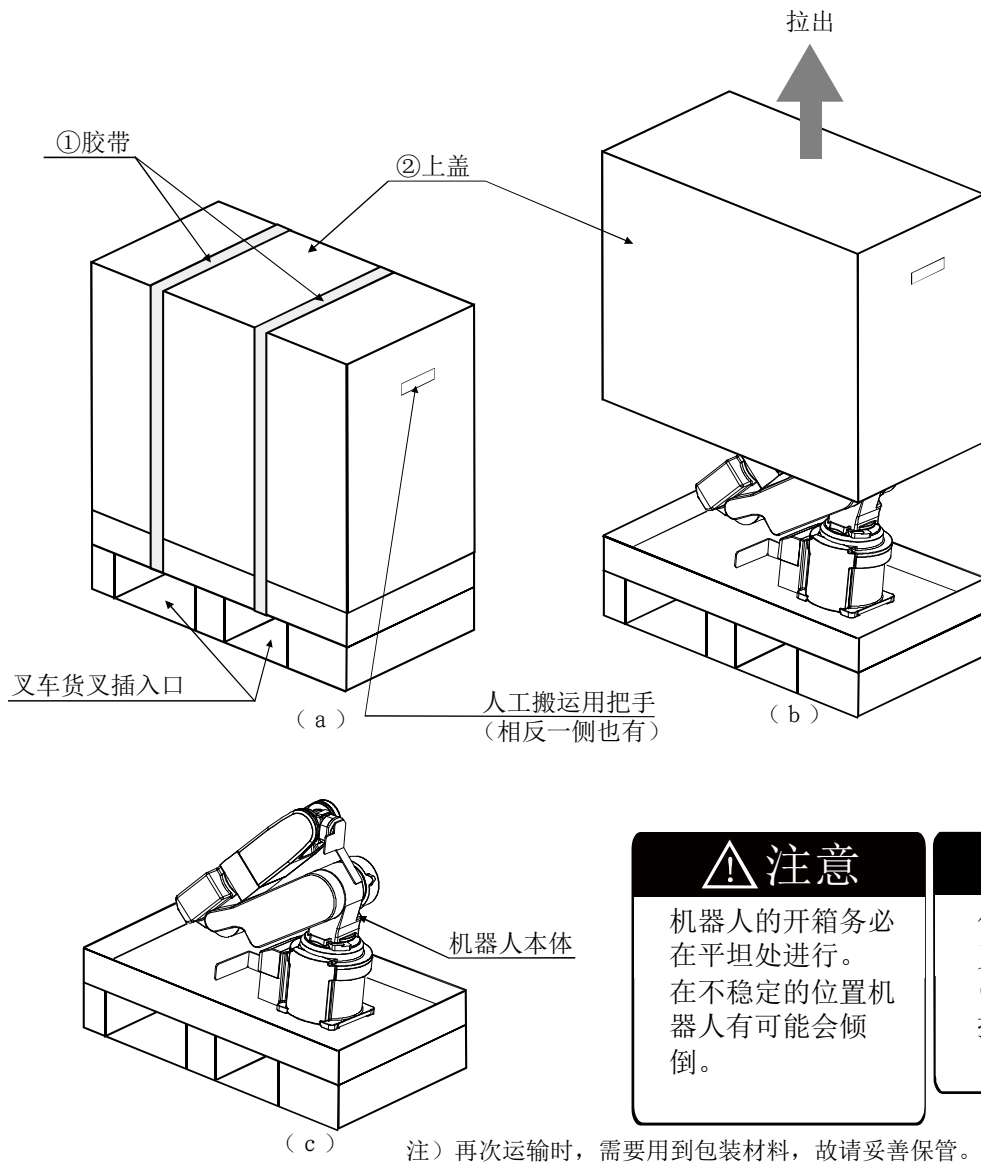

图 2-2: 机器人本体的开箱 (RV-2FRL/2FRBL)
出厂时的机器人是用纸箱及胶合板进行包装的。请参照图 2-2 进行开箱。此外, 机器人本体应按照“2.2.2 搬运要领 (人工搬运)”进行处理。
- 1) 使用小刀等切用于固定纸箱上盖 2) 的胶带 1)。(图 2-2 的 (a))
- 2) 双手夹住纸箱上盖 2) 向上拉出。(图 2-2 的 (b))
- 3) 拆下连接机器人基座与固定台的内六角螺栓 (4 个)。(图 2-2 的 (c))